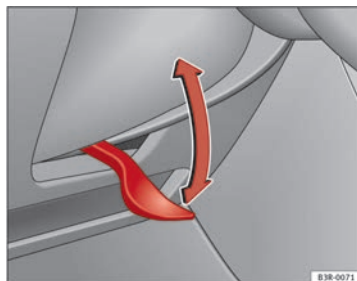

Fig. 143 Palanca debajo de la columna de dirección
- Tire de la palanca ⇒ fig. 143 hacia abajo ⇒ ⚠